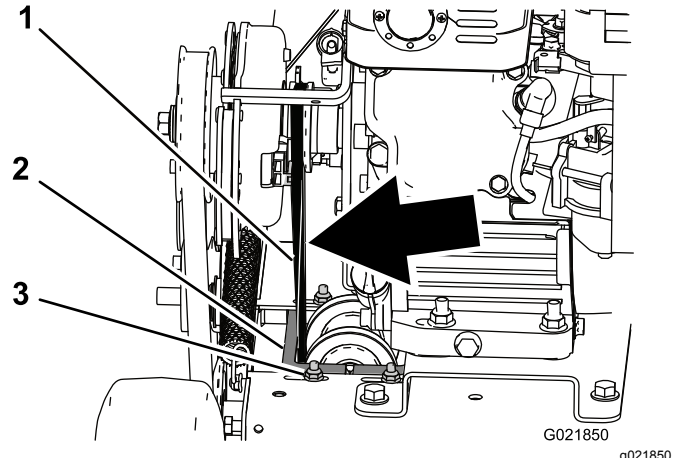

Figura 26
4. Compruebe la tensión de la correa. No debe flexionarse más de 6 mm (¼") cuando se aplica una presión moderada con los dedos al tramo situado justo por encima del bastidor de la máquina (Figura 26).
5. Para apretar la correa, afloje los 4 pernos y tuercas de montaje que sujetan el soporte de las poleas al bastidor, mueva el soporte a la izquierda, apretando la correa, y luego apriete los 4 pernos y tuercas de montaje (Figura 26).